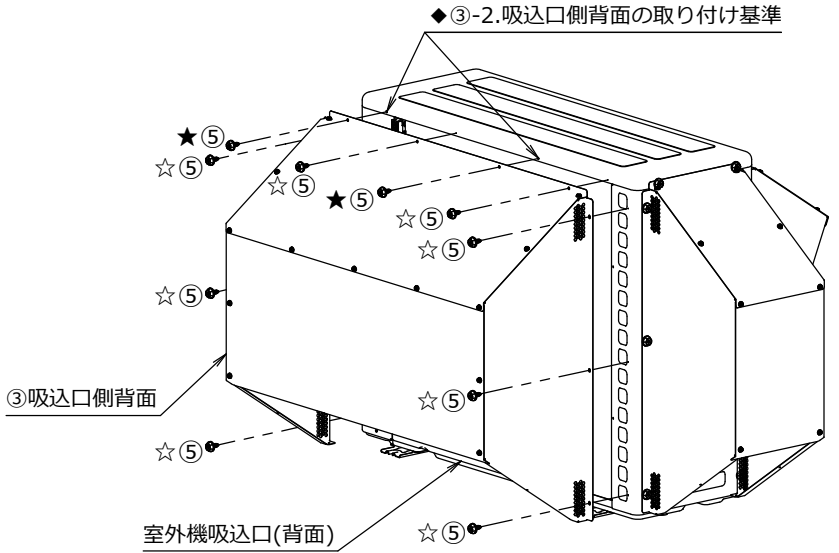

図7
③-2.吸込口側背面の取り付け（図7）
- (1) 電動ドライバーを使用して、筐体背面の図7の位置のエンボス部（★2カ所）に同梱の④ドリルねじで穴をあけてください。